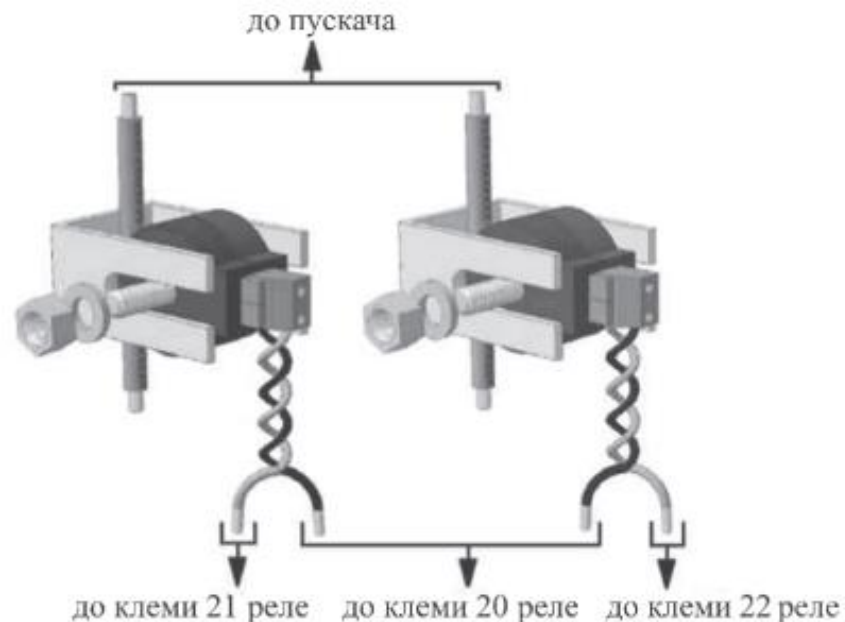

Рис. 4.3. Загальний вигляд датчиків струму
Датчик струму (рис. 4.3) є малогабаритним трансформатором. Первинною обмоткою є фазний провід, що з'єднує пускач і двигун. Вторинна обмотка намотана на котушку, що розміщена в пластмасовому корпусі з вихідними клеммами. Магнітопроводом служать сталева скоба і вісь. Конструктивно вони виконані так, що з їх допомогою датчик кріпиться безпосередньо на ізолюваному фазному проводі.
6.2.2 Закріпити датчики струму на двох фазних проводах, що з'єднують пускач і двигун (див. рис. 4.3).